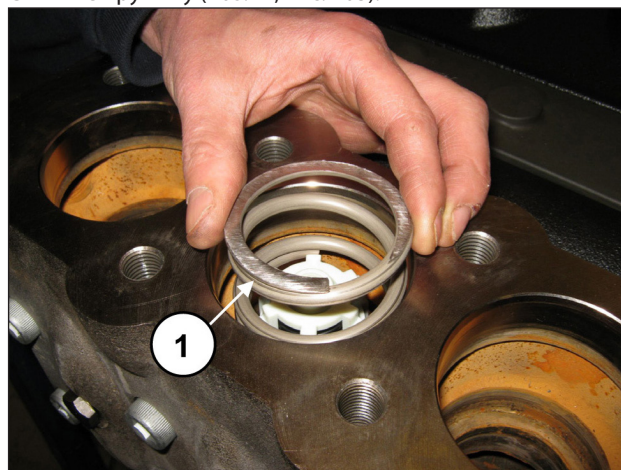

Рис. 103
Снимите пружину (поз. ①, Рис. 103).